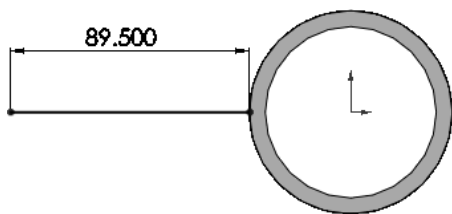

图 5-81 绘制直线
STEP 4 在前视基准面中绘制如图 5-81 所示的草绘图形，注意设置其一个端点与螺旋线的几何关系为“穿透”。